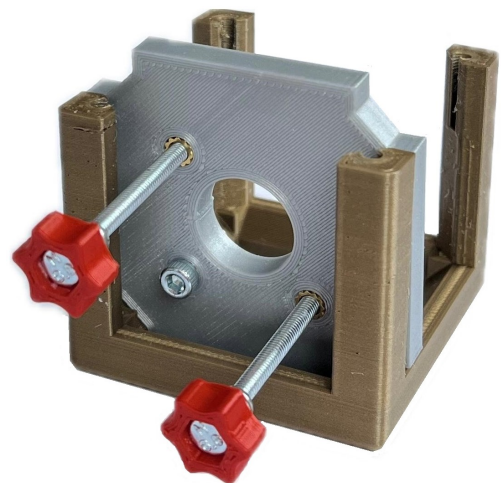

Abb. 19: In den Würfeldeckel eingesetzte Justageplatte
- (29) Setzen Sie die **FERTIGE JUSTAGEPLATTE** in den **02A_BR_V*_CUBE_COVER 1X1** (Abbildung 19).